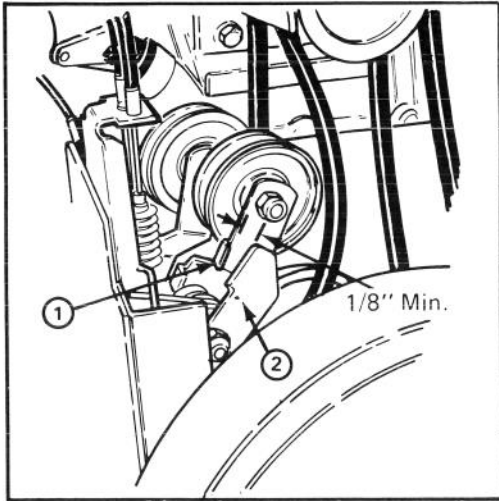

Abbildung 23
3. Leitrad- und Bremseinstellung überprüfen. Der Mindestabstand zwischen der Zunge am Gebläselenkzwischenhebel und Bremshebel (Abb. 23) sollte 3 mm betragen. Ist der Abstand weniger als 3 mm, ist der Riemen auszutauschen.